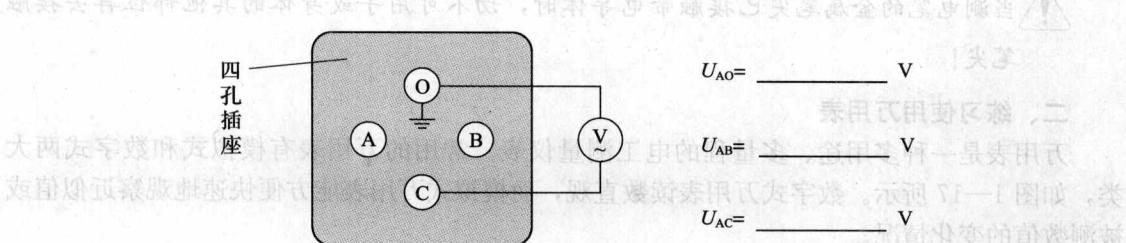

图 1—18 测量交流电压
- (1) 将万用表转换开关置 500 V 交流电压挡。
- (2) 如图 1—18 所示，分别测量交流电压  $U_{AO}$ 、 $U_{AB}$ 、 $U_{AC}$ 。